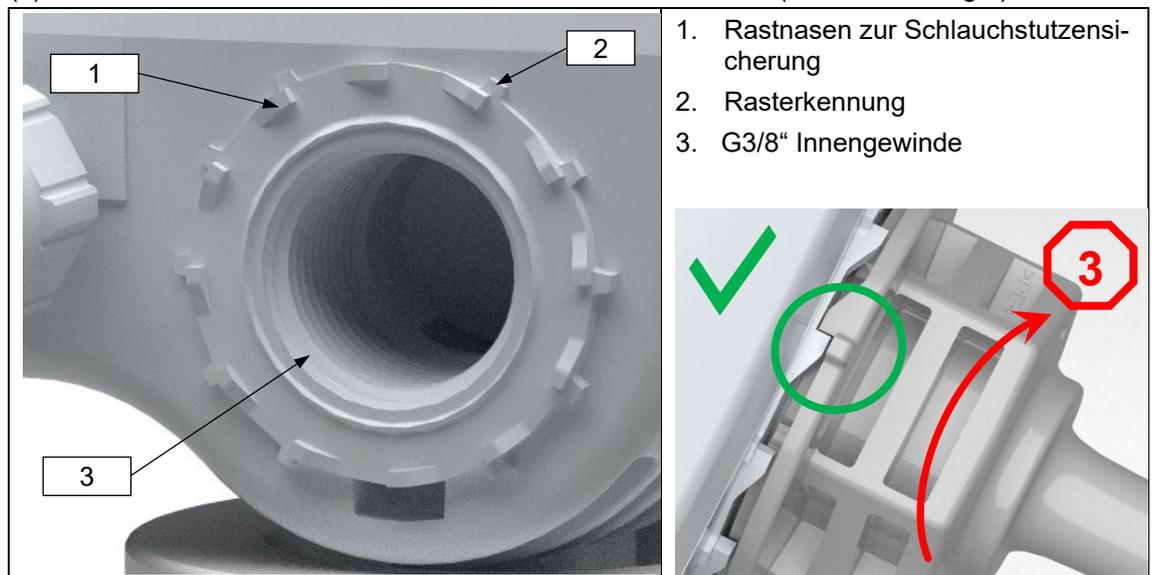

Abbildung 6
Wir empfehlen ein Anzugsdrehmoment von 2,3 Nm -0,2 Nm/+0,7 Nm. Wenn das Anzugsdrehmoment erreicht ist, den Schlauchstutzen zur nächsten sicheren Rastnase in Anzugsrichtung (3) weiterdrehen. Auf korrektes Verrasten der Rastnasen achten (siehe Abbildung 6).
Optional kann an dem  $3/8''$  Gewinde (Abbildung 6, Pos 2) des Kopfteils ein am Markt verfügbares Schlauchanschluss-Material montiert werden.
Für das G3/8“ Gewinde (Abbildung 6, Pos 2) gibt es original elobau Schlauchstutzen. Diese sind separat als Zubehör in unterschiedlichen Größen erhältlich. (Siehe Kapitel 8 Zubehör und Ersatzteilliste).
- *Schlauchstutzen muss gemäß Abbildung 6 einrasten. Ist dies nicht der Fall, Schlauchstutzen weiter in Anzugsrichtung eindrehen, bis der Schlauchstutzen mit der nächsten Rastnase am Gehäuse sichtbar einrastet (siehe Abbildung 6).*
Schlauchanschluss-Material von Fremdanbietern können in das G3/8“ Gewinde (Abbildung 6, Pos 2) montiert werden. Voraussetzung ist ein demontierter elobau Schlauchstutzen. Lesen Sie die Vorgehensweise hierzu im Kapitel 5.4.2 Montage und Demontage Schlauchstutzen.